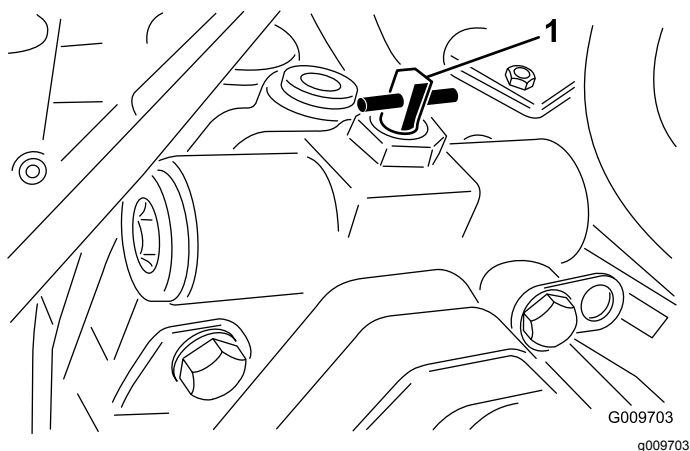

Figura 40
3. Rode a válvula de derivação 90° (1/4 de volta) em qualquer direção, para permitir a passagem interna do fluido (Figura 40).
2. Rode a válvula de derivação 90° (1/4 de volta) em qualquer direção, para permitir a passagem interna do fluido (Figura 40).